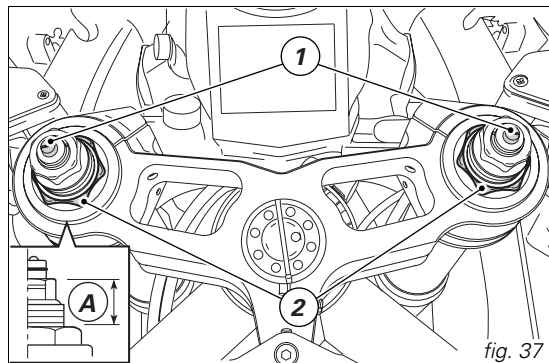

fig. 37
- 1) pour modifier le frein hydraulique en détente (fig. 37) ;
- 2) pour modifier la précharge des ressorts internes (fig. 37) ;
Précontrainte (A, fig. 37) : 20 mm
Précontrainte ressort (A, fig. 37) : 10 ÷ 25 mm
Précontrainte ressort (A, fig. 37) : 20 mm
Précontrainte ressort (A, fig. 37) :
Pour modifier la précontrainte (autrement dit précharge) du ressort de chaque tube, tournez le dispositif de réglage à tête hexagonale (2, fig. 37) à l'aide d'une clé mâle de 22 mm.